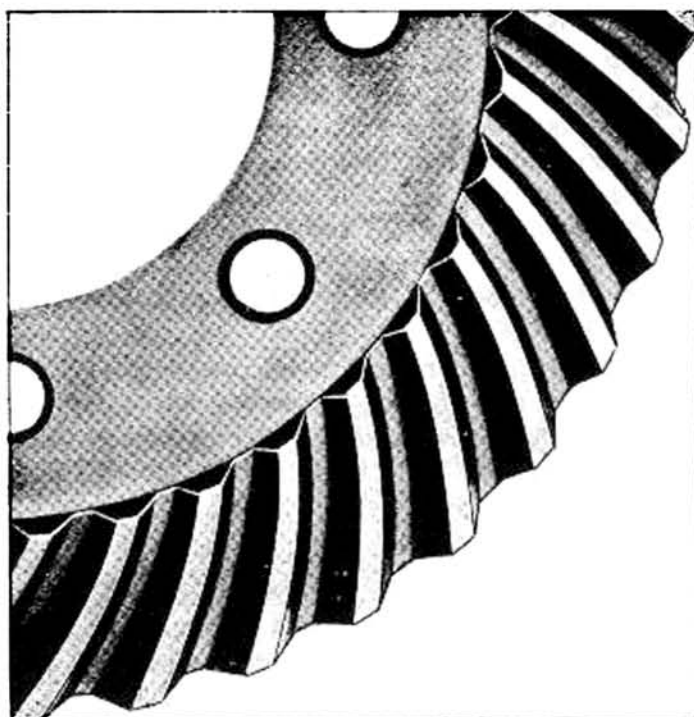

Fig. 106
- 3 - Eccessivo contatto nella parte superiore o cresta del dente (vedere fig. 106) significa che il pignone è troppo lontano dalla corona; avvicinare questo alla corona aumentando gli spessori di registro.